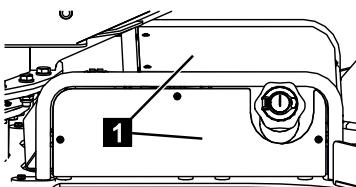

Abb. 245
1. Abdeckung (Abb.245/1) demontieren.